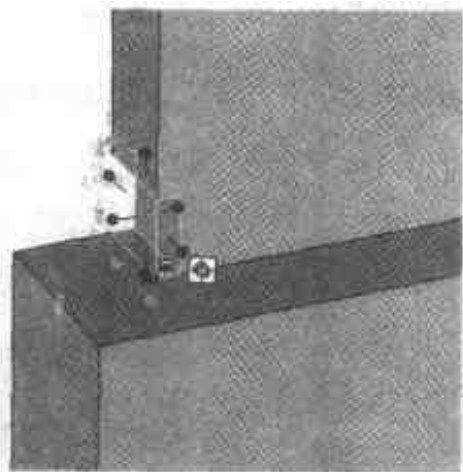

图 4.63 编辑孔图素尺寸
- (6) 从右侧【图素】设计元素库中向第 1 个厚板和第 2 个厚板的连接角点处拖入一个【孔类长方体】图素。
- (7) 修改它的 3 个边的长度分别为 5、4 和 1.2，结果如图 4.63 所示。